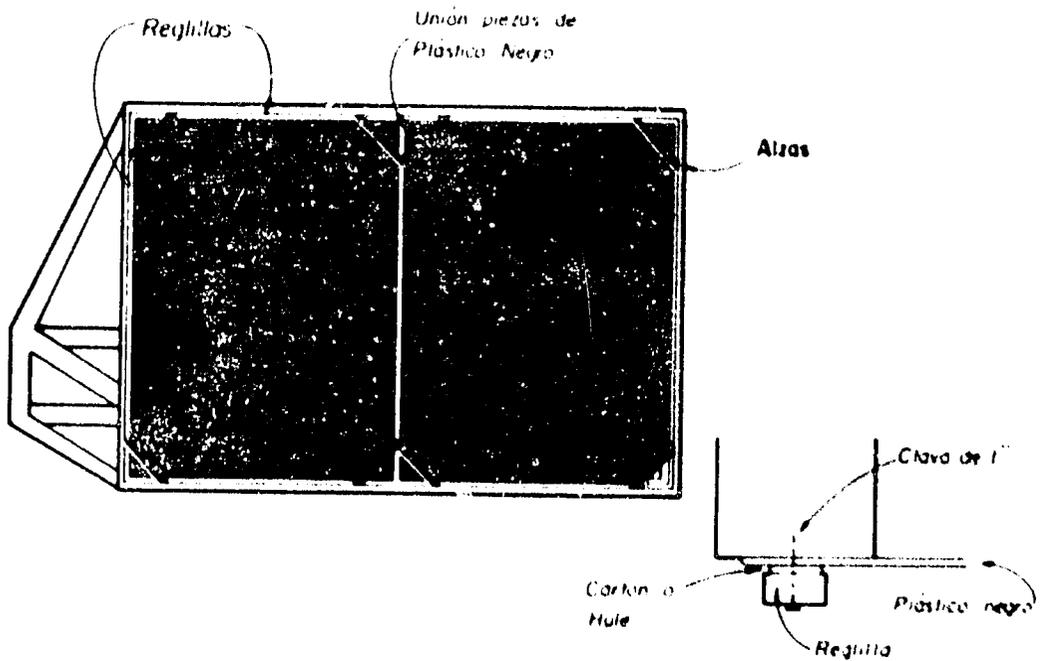

FIGURA 30 Colocación de absorbedor
8.11 Colocar plástico negro (Figura 30)